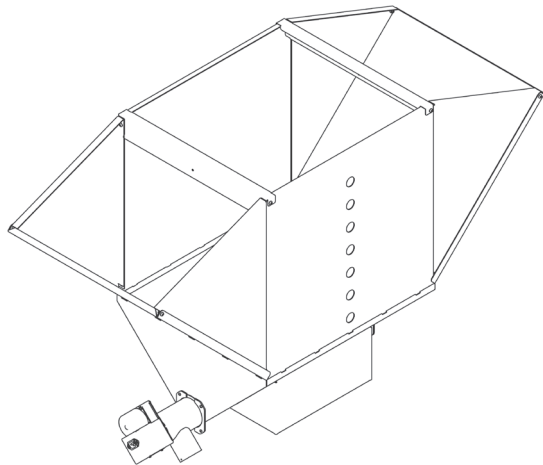

Рис. 24
6. Для установки второй пары вставок повторите пункты 1 – 4. (Рис.24).